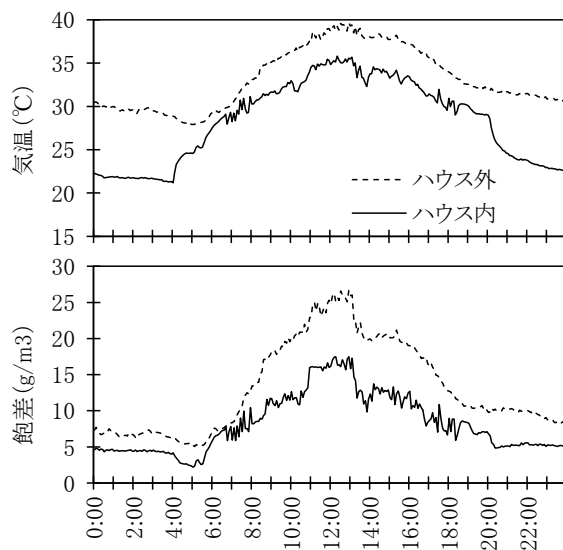

図4 細霧冷房が気温および飽差に及ぼす影響
3. 今夏の最高気温となった 7 月 23 日の経時変化では、日中のハウス中心部の気温は、外気温より 3℃以上低く推移し、最大で 5.6℃低くすることができた（図 4）。また、気温の乱高下がなく、安定して推移した。しかし、効果がみられた一方、ハウス内気温は 31～35℃と常に高く、飽差は 10～17 g/m3と乾燥した状態が継続した。